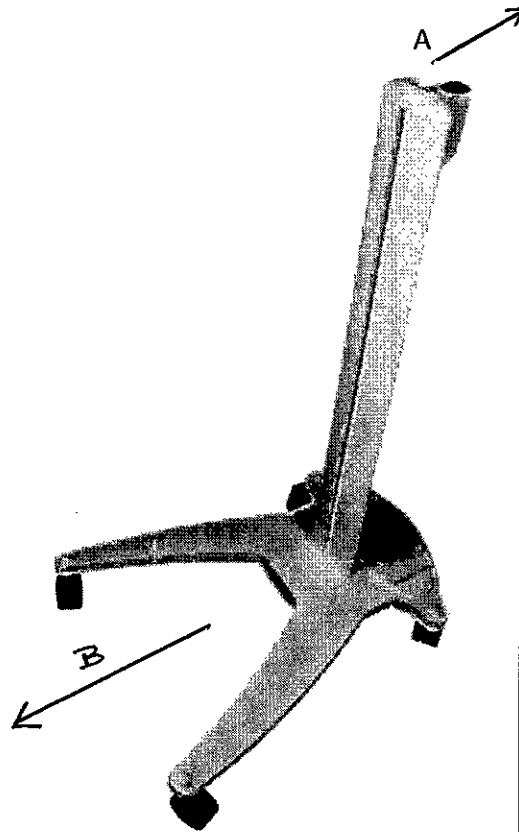

Imagen 12, Dirección correcta de la columna.
Paso 1) Coloque la columna en la posición adecuada sobre la base, asegurándose de que queda orientada de la forma correcta. El soporte del brazo paralelo (módulo superior) debe apuntar en dirección contraria a las patas en horquilla de la base (véase la imagen 12).